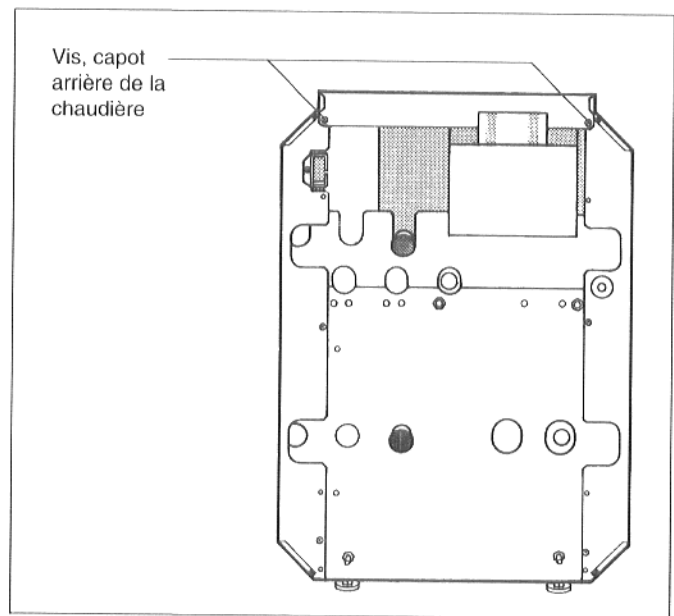

Fig. 33 : système de régulation 3000
- Dévisser et retirer le capot arrière de la chaudière (fig. 33).